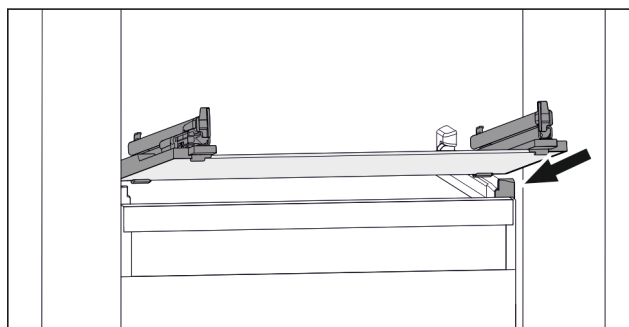

Fig. 101 Reprezentare exemplificativă a plăcii de sticlă
- ▶ Așezați placa de sticlă oblic în spatele opritoarelor. (vezi Fig. 101)